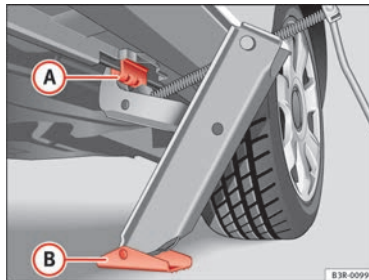

Abb. 184 Radwechsel:
- Richten Sie den Wagenheber so aus, dass seine Klaue in den Steg des Unterholms greift → Abb. 184 (A) und die bewegliche Grundplatte (B) plan auf dem Boden aufliegt.